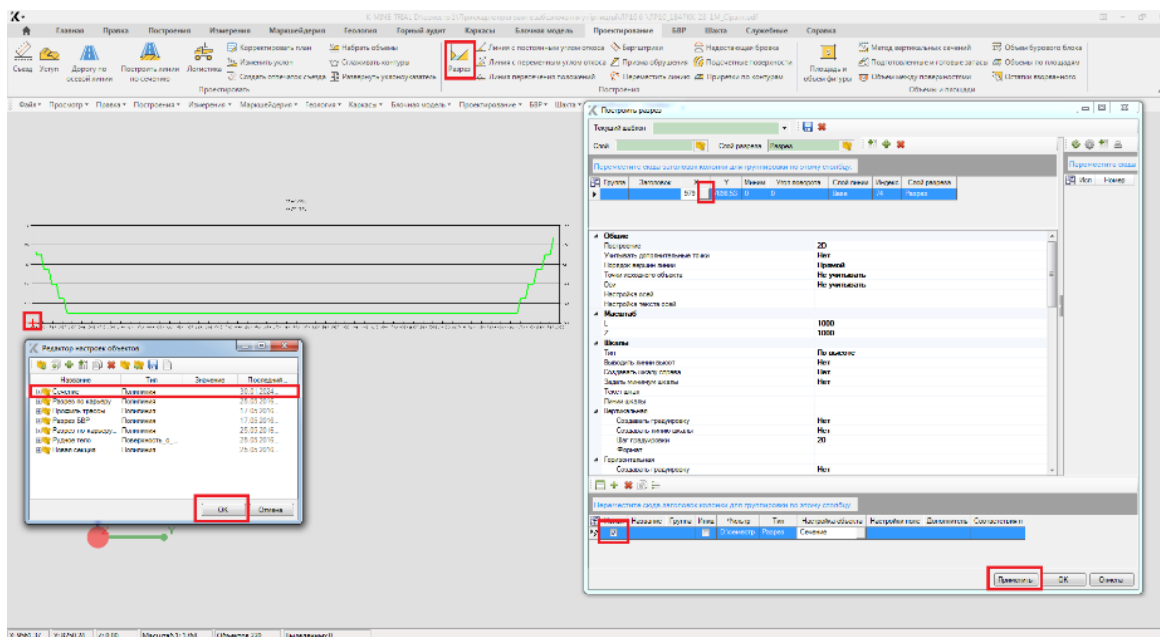

Рисунок 3.2 - Пример выполнения задания 5
5. Побудуйте розріз старого положення гірничих робіт за допомогою відповідної функції у вільному місці моделі. На розрізі має бути старе положення гірничих робіт, масштаб, вісі та їх підписи (рис.3.2).